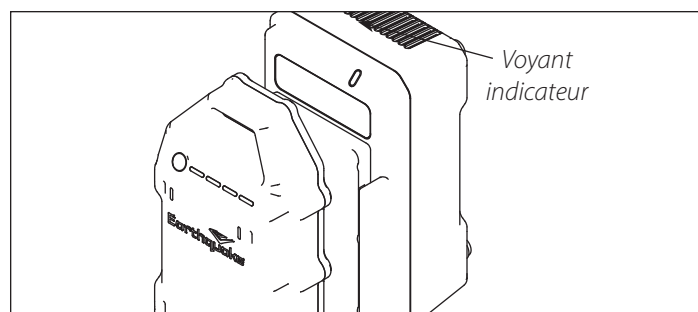

Figure 7
3. Le voyant indicateur de charge doit clignoter en vert. **VOIR FIGURE 7**